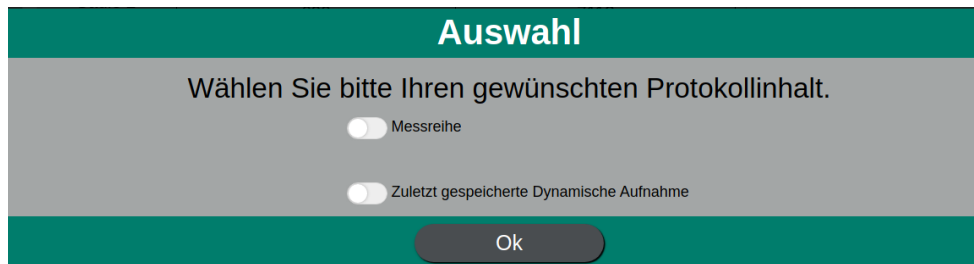

Abbildung 11: Auswahlfenster des Protokollinhaltes
3. Zunächst erscheint ein Auswahlfenster (Abb. 11). Hier können die gewünschten Inhalte des Protokolls ausgewählt werden. Sollte eine der möglichen Inhalte nicht vorhanden sein, erscheint eine Fehlermeldung nach Bestätigung des Fensters.